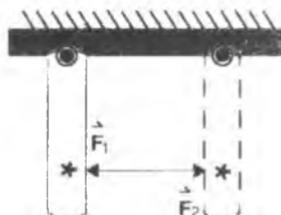

Рис. 37
- **Two bodies** (два тела). Направление действия силы вычисляется по двум точкам, отмеченным на телах, между которыми эта сила действует. В этом случае направление силы постоянно меняется в процессе движения тел в пространстве (рис. 37).